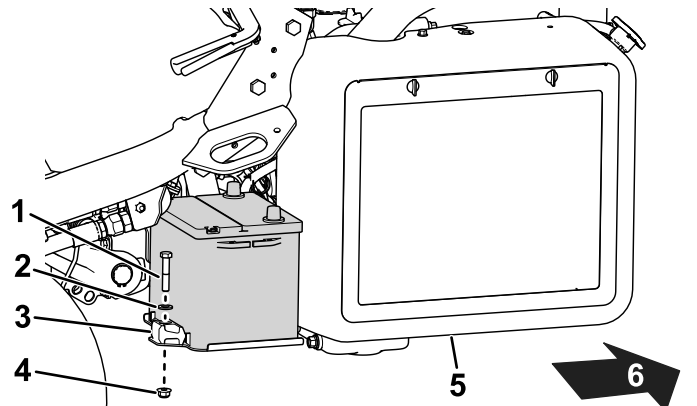

图 42
2. 拆下将电池固定到托盘图 42的紧固件然后提起电池。
5. 将电池放在电池托盘上用之前拆下的固定杆和紧固件固定 图 42。